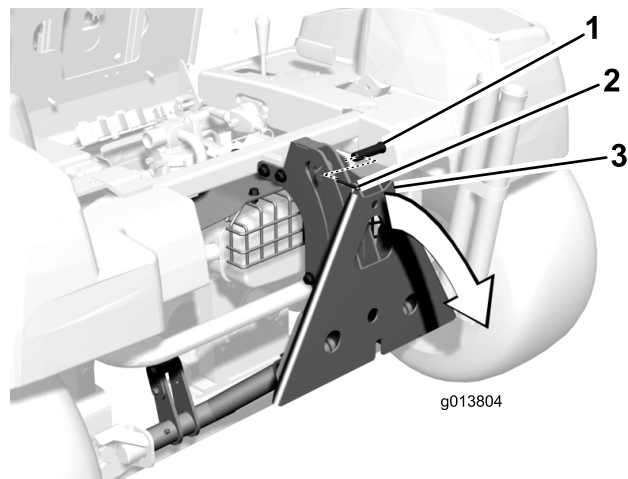

図 2
5. QASアダプタ・フレームをローラ・プレートに固定しているコッター・ピンとクレビス・ピンを外し、アダプタのフレームを機体外側へ開く(図 2)。